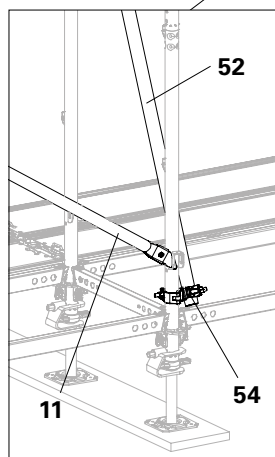
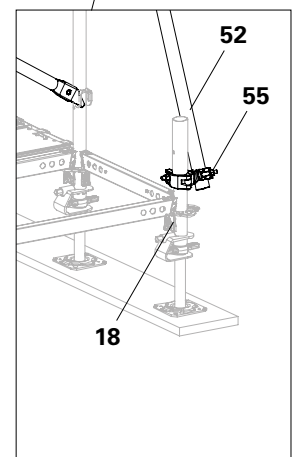

Abb. A3.10c
Abb. A3.10d
2. Gerüstrohre Stahl (**52**) mit Red.-Drehkupplung RS 60/48 (**55**) am Basisstiel UVB 25 (**18**) befestigen, (Abb. A3.10d) am Easy Basisstiel EVS 124 (**2**) mit Drehkupplung SW 48/48 (**54**) befestigen. (Abb. A3.10c)